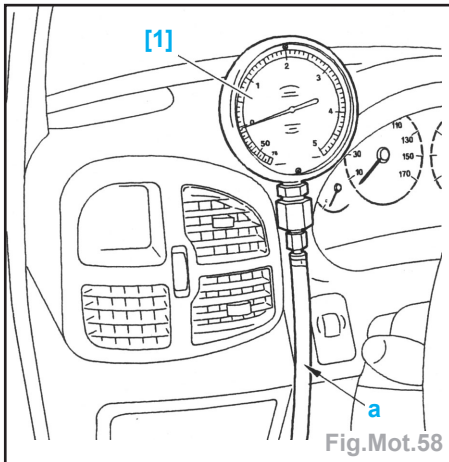

Fig.Mot.58
- Positionner l'outil [1] dans le véhicule (Fig.Mot.58).